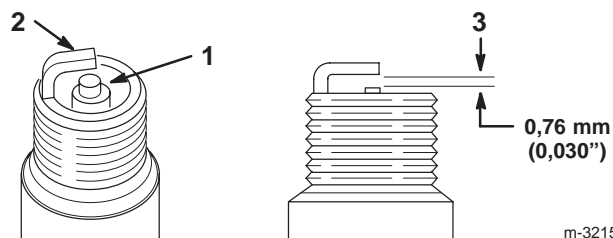

Figure 39
1. Inspectez le centre des bougies (Fig. 39). Si le bec de l'isolateur est recouvert d'un léger dépôt gris ou brun, le moteur fonctionne correctement. S'il est couvert d'un dépôt noir, c'est généralement signe que le filtre à air est encrassé.
2. Contrôlez l'écartement entre l'électrode centrale et l'électrode latérale (Fig. 39). Courbez l'électrode latérale (Fig. 39) si l'écartement est incorrect.